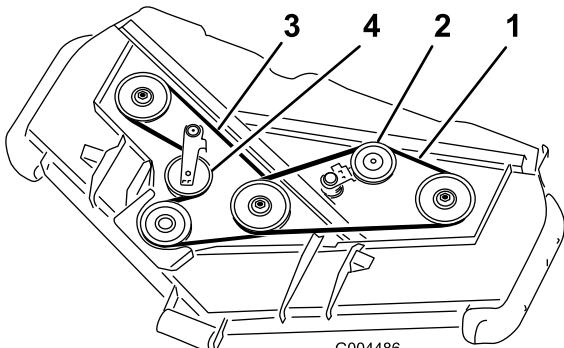

図 18
3. バールなどの工具を使って上ベルト用アイドラー(図 18)をベルトから引き離してベルトの張りをなくす。
4. 図 18 のように、ギアボックススプーリー、下ベルト用スピンドルスプーリー、アイドラー用スプーリーに新しいベルトを回しかける。
5. 図 18 のように、上ベルト用スピンドルスプーリーとアイドラスプーリアセンブリに新しいベルトを回しかける。